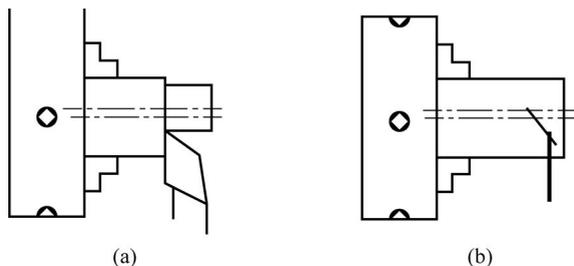

图 3-3 四爪单动卡盘调偏心
(1) 把划好线的工件装在四爪单动卡盘上。在装夹时,先调节卡盘的两爪,使其呈不对称位置,另两爪呈对称位置,工件偏心圆线在卡盘中央,如图 3-3(a)所示。
(2) 在床面上放好小平板和划针盘,针尖对准偏心圆线,校正偏心圆。然后把针尖对准外圆水平线,如图 3-3(b)所示,自左至右检查水平线是否水平。把工件转动  $90^\circ$ ,用同样的方法检查另一条水平线,然后紧固卡脚和复查工件装夹情况。
(3) 在工件校准后,把四爪再拧紧一遍,即可进行车削。在初车削时,进给量要小,车削深度要浅,等工件车圆后切削用量可以适当增加,否则会损坏车刀或使工件移位,如图 3-3(a)所示。